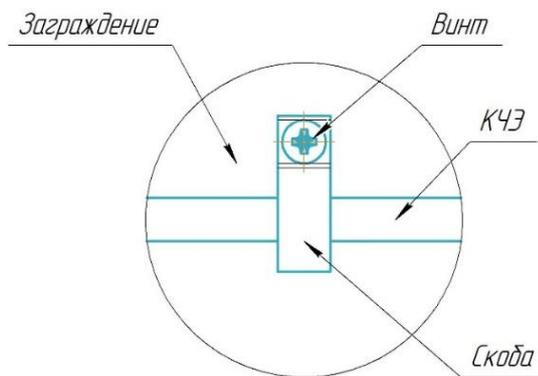

Рисунок 7
4) кабельные ЧЭ НЧ и ЧЭ ВЧ крепить с помощью металлических скоб (Рисунок 7), из состава комплекта монтажных частей Скоба-СК (комплект монтажных частей Скоба-СК в состав изделия не входит, приобретается отдельно) и дюбель-гвоздей бх40 (дюбель-гвозди в состав изделия не входят, приобретаются отдельно) крепить КЧЭ на расстоянии не более 0,7 м (рекомендуемое значение – 0,4 м) от верхнего (нижнего) края бетонного ограждения, начиная от дальнего конца КЧЭ;
2) кабельные ЧЭ ВЧ проложить по нижней части бетонного заграждения крепить с помощью металлических скоб (Рисунок 7), из состава комплекта монтажных частей Скоба-СК и (монтажных частей Скоба-СК в состав изделия не входит, приобретается отдельно) и дюбель-гвоздей бх40 (дюбель-гвозди в состав изделия не входят, приобретаются отдельно) крепить КЧЭ ВЧ на расстоянии не более 0,7 м (рекомендуемое значение – 0,4 м) от верхнего (нижнего) края бетонного заграждения, начиная от дальнего конца КЧЭ;